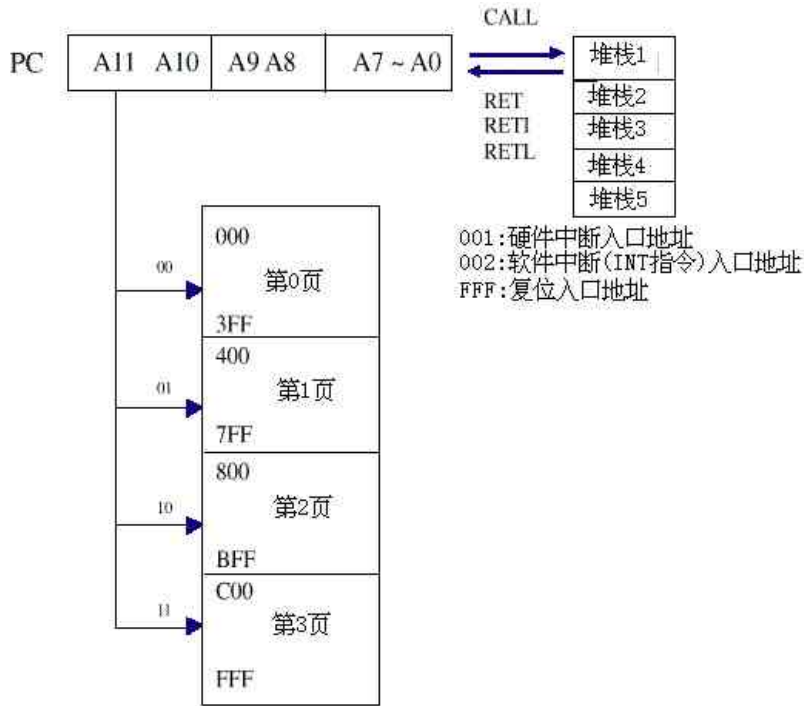

图3 程序计数器组成
- * EM78P447 的程序计数器 R2 和硬件堆栈为 12 位宽，结构如图 3。